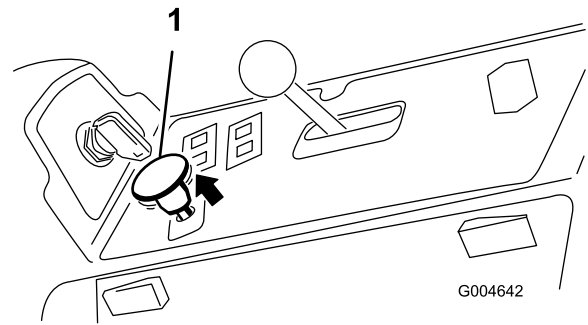

図 19
3. PTO スイッチを引くと PTO が作動を開始する(図 19)。